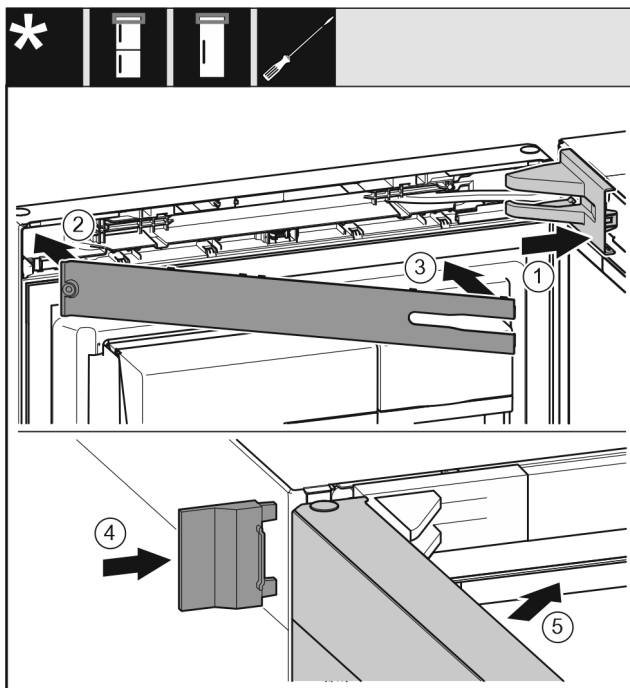

Fig. 46
- ▶ Applicare e innestare la copertura del blocco di supporto *Fig. 46 (1)*, eventualmente staccarle l'una dall'altra con cautela.
- ▶ Applicare la maschera *Fig. 46 (2)*.
- ▶ Ruotare verso l'interno la maschera *Fig. 46 (3)* e innestarla.
- ▶ Applicare la copertura esterna *Fig. 46 (4)*.
- ▶ Chiudere la porta superiore *Fig. 46 (5)*.